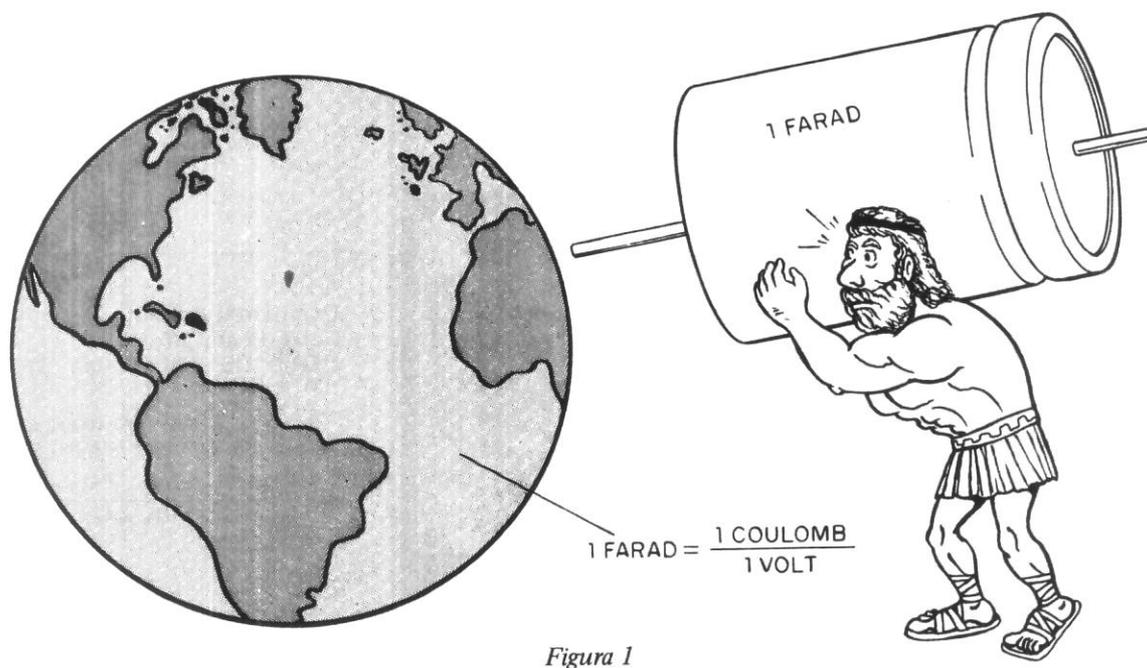

Figura 1
A unidade de capacitância é o Farad (F) que, entretanto, é muito grande para ser usada na prática. Se quisermos carregar uma esfera com uma carga de 1 coulomb sob tensão de 1 volt, precisamos que ela tenha uma capacitância de 1 Farad. Pois bem, como esta capacitância depende do seu diâmetro, podemos dizer que esta esfera teria de ser mais ou menos do tamanho da terra! (figura 1)